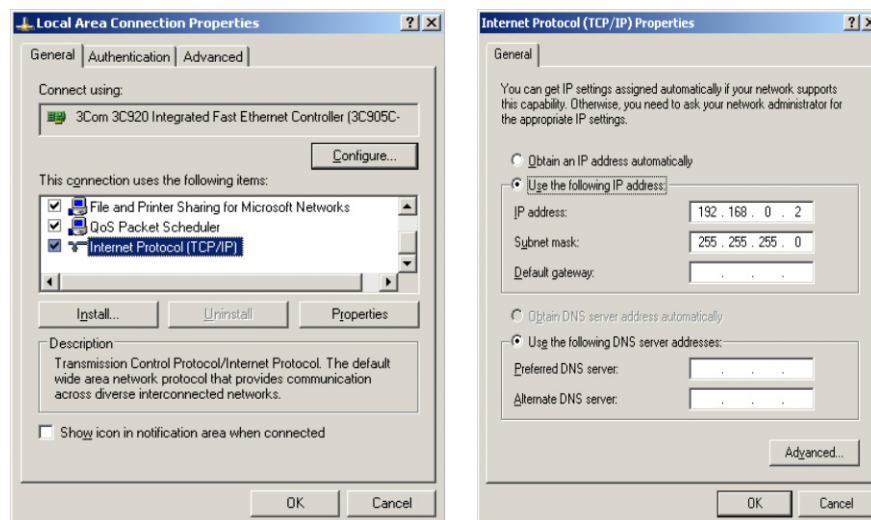

Figure B-6 : Boîtes de dialogue Propriétés de Connexion au réseau local et Propriétés de Protocole Internet (TCP/IP)
7. Dans le champ Propriétés (Figure B-6), sélectionnez Protocole Internet (TCP/IP) et cliquez sur le bouton Propriétés. Vous voyez alors apparaître la fenêtre des Propriétés du protocole Internet (TCP/IP) (voir la Figure B-6, à droite).